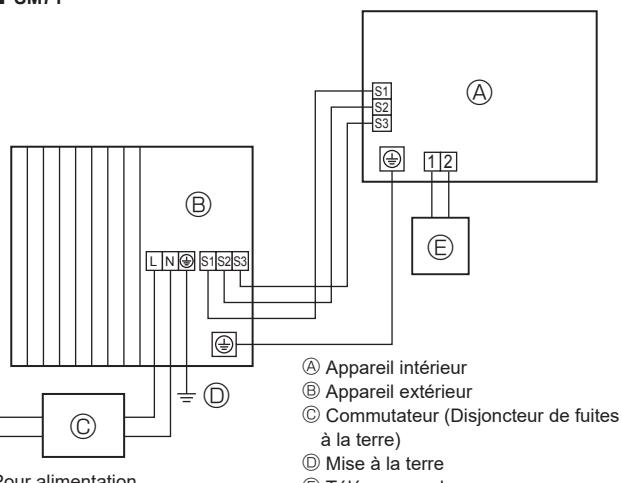
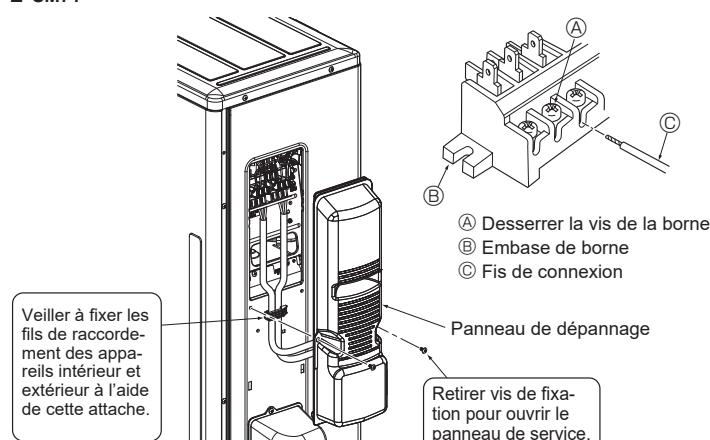

Fig. 6-1
Fig. 6-3
6.1. Appareil extérieur (Fig. 6-1, Fig. 6-2, Fig. 6-3)
- ① Déposez le panneau de service.
- ② Raccordez les câbles conformément aux Fig. 6-1, Fig. 6-2 et Fig. 6-3.